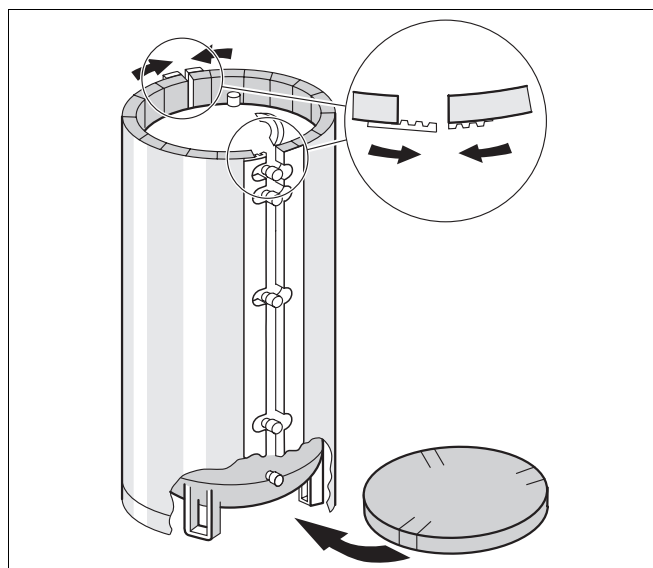

Fig. 9 Montage du matelas isolant (schéma de principe)
- Poser les matelas isolants de manière à ce qu'ils coïncident avec le corps du préparateur au niveau des raccordements et des gabarits du préparateur (fig. 9).
- Refermez tout d'abord l'isolation thermique sur la partie arrière du préparateur (côté raccordements) selon le croquis détaillé de la fig. 9.